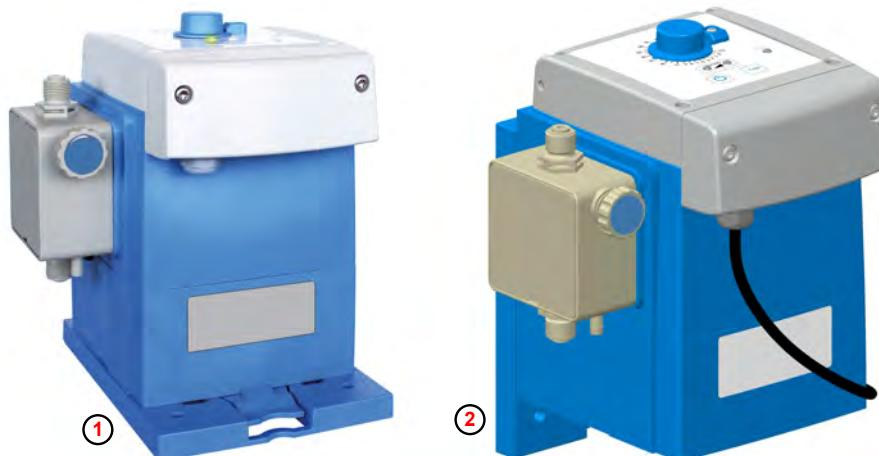

Fig. 3: Montaggio su tavolo e a parete
(1) Montaggio su tavolo
(2) Montaggio a parete
La pompa può essere montata con la piastra di montaggio in verticale (per esempio su una consolle o sul contenitore dosaggio ( Fig. 3 , ① ), nonché su una parete (appesa) ② .